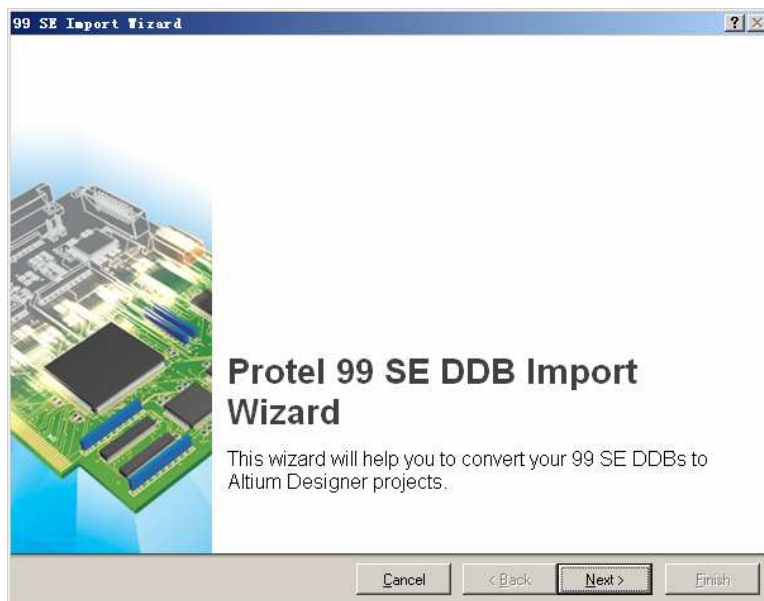

图 10.5 “99 SE Import Wizard”对话框
(3) 单击“Confirm”提示框中的“Yes”按钮，系统自动关闭当前所有文档和项目，打开如图 10.5 所示的“99 SE Import Wizard”对话框。